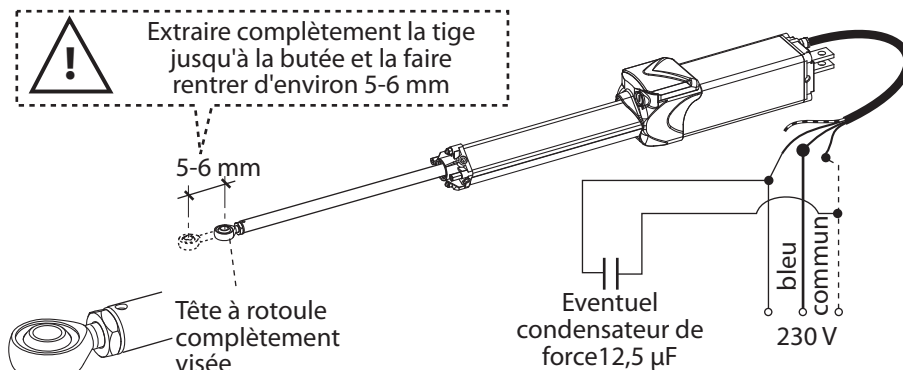

Fig. 4
**IMPORTANT: la tête à rotule doit être toujours vissée au maximum du filetage avec le contre-écrou (Fig. 4).**